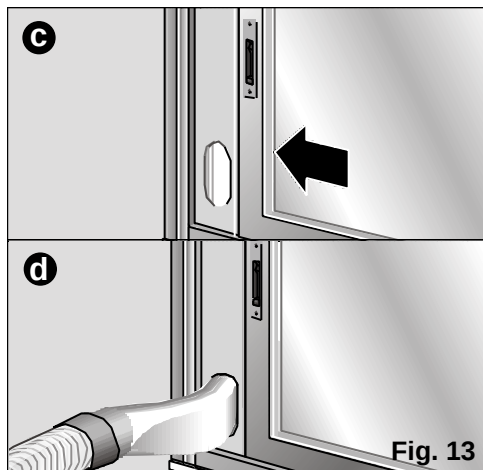

Fig. 13
- ☐ También se puede utilizar el accesorio de instalación para ventana / balcón (ver apartado "Descripción de los accesorios"), **Fig. 13: a, b, c, d.** Este sirve tanto para ventanas horizontales como verticales.